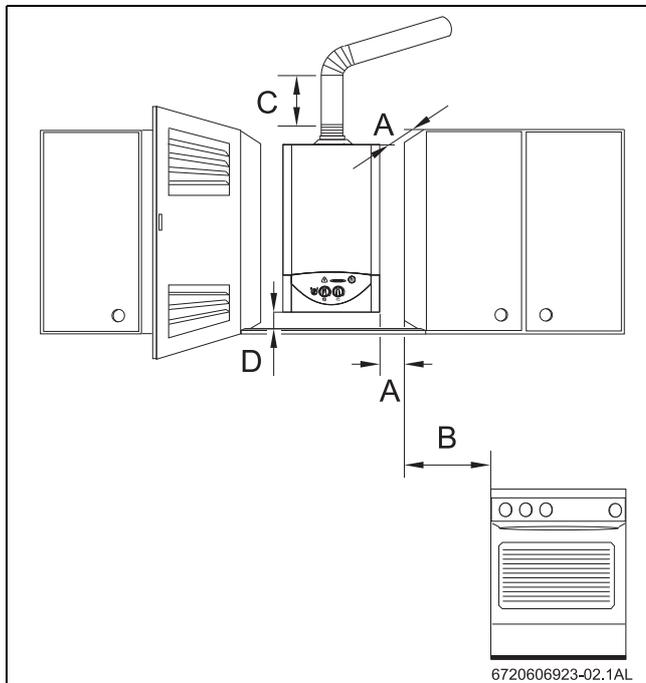

Fig. 8 Distances minimales
- ▶ Assurer un accès pour les travaux d'installation et d'entretien - pour cela, respecter les distances minimales indiquées sur la Fig. 8 .